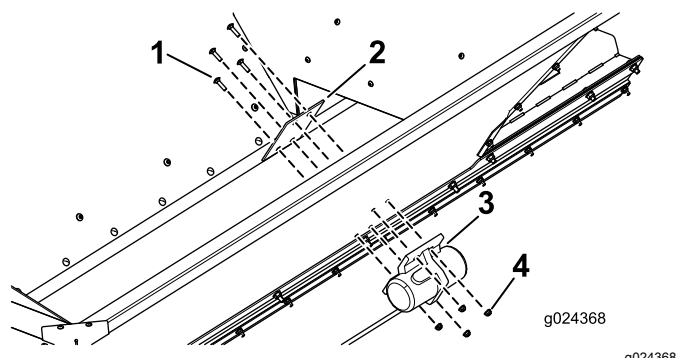

**图12**
1. 在料斗侧面钻出 4 个安装孔 7mm。请参阅 图12 了解钻孔尺寸信息。